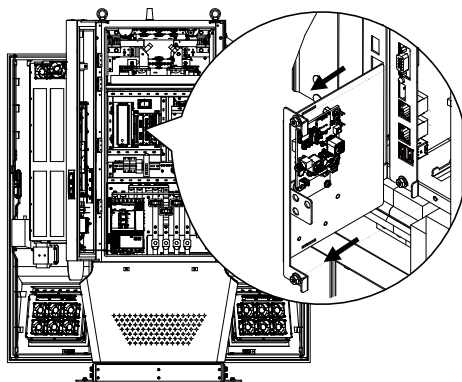

Figura 36. Acces la modulul 4G/Wi-Fi
- 1) Trageți tava de sus din cutia CSU pentru a accesa modulul 4G/Wi-Fi din interiorul dulapului. A se vedea Figura 36.